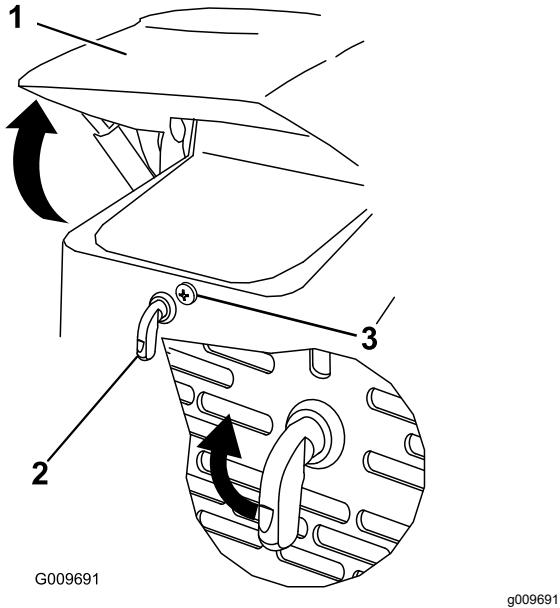

Рисунок 24
- Ослабьте запорный винт капота (Рисунок 24)
2. Поверните защелку капота по часовой стрелке (Рисунок 24).
3. Откиньте капот вверх (Рисунок 24).
3. Затяните запорный винт капота, чтобы закрепить защелку (Рисунок 24).